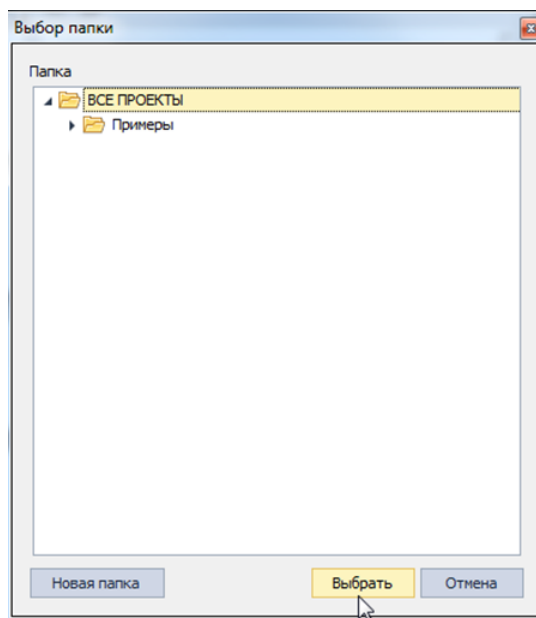

Рис. 26 Выбор папки
2. Выбрать папку для отображения полученного ресурса, см. Рис. 26.